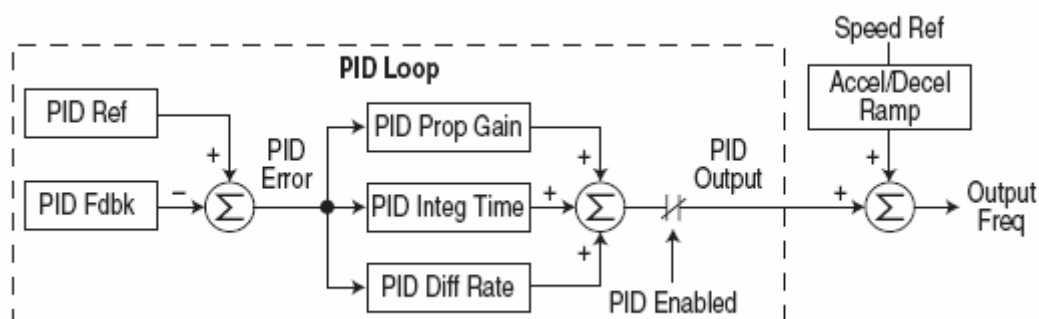

图 3-111 配合控制原理图
5. 手动调节模拟量输入从 0v 至 10v , 再调回至 4v , 变频器输出频率如图 3-111 所示。
使用配合控制（Trim Control）方式时，PID 的输出值添加到速度给定值上。在配合模式下，PID 回路输出旁路加/减速斜坡。当参数 A152[PID Ref Sel]（PID 给定选择）设为 5 时，选择配合控制。控制原理图 3-111 如所示。